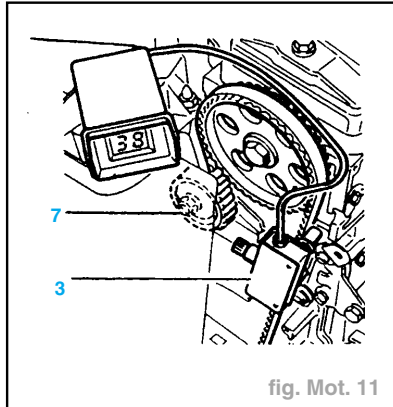

fig. Mot. 11
- Mettre en place l'appareil de mesure de tension de courroie (3) (fig. Mot. 11).
- Serrer l'écrou (7) à 2,2 daN.m.
- la plaque d'appui de culbuteurs (1),
- l'appareil de mesure de tension de courroie (3).